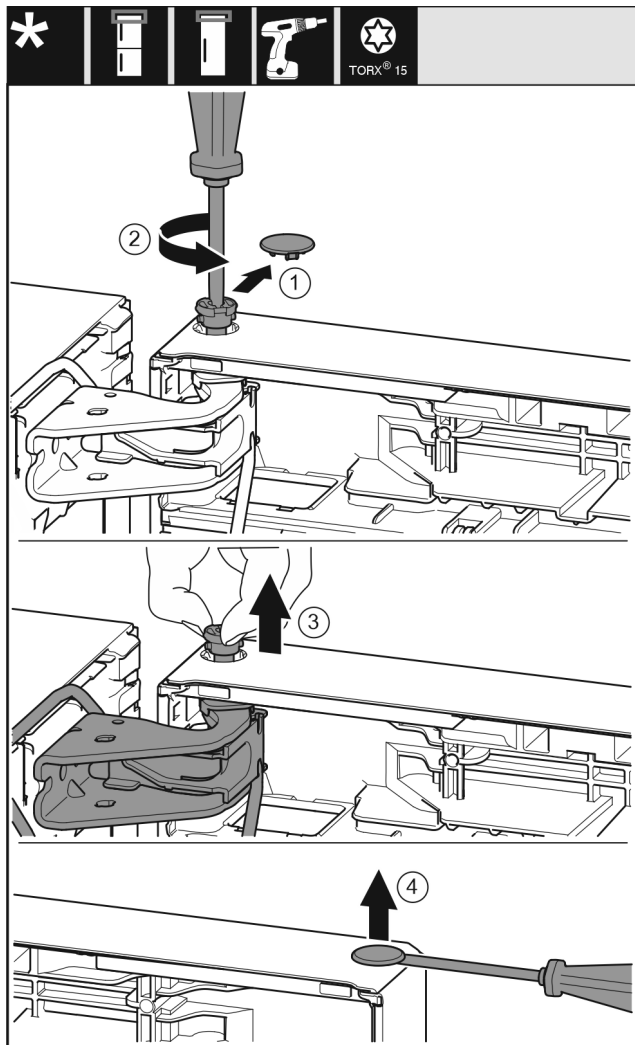

Fig. 20
- Bezpečnostní kryt opatrně stáhněte. Fig. 20 (1)
- Šroubovákem T15 o kousek vyšroubujte čep. Fig. 20 (2)
- Dveře podržte a čep vytáhněte prsty. Fig. 20 (3)
- Plochým šroubovákem opatrně nadzvedněte zátku z ložiskového pouzdra dveří a vytáhněte ji. Fig. 20 (4)